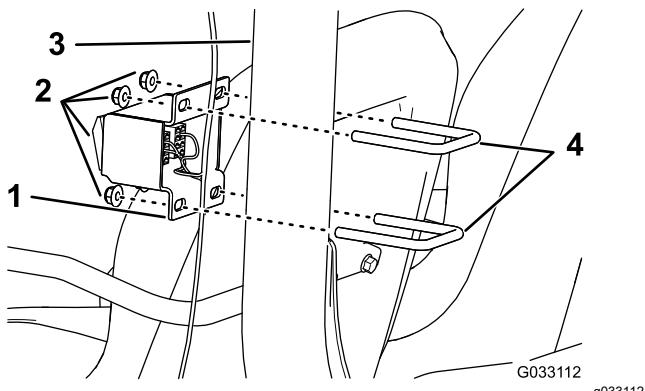

图 8
1. 对于 Multi Pro 1750 和 Multi Pro WM 机器应如图 8 所示使用 2 个 U 形螺栓  $\frac{3}{8} \times 2-7/16 \times 2-13/16$  英寸和 2 个凸缘锁紧螺母  $\frac{3}{8}$  英寸将开关支架安装到 ROPS 组件的前侧。